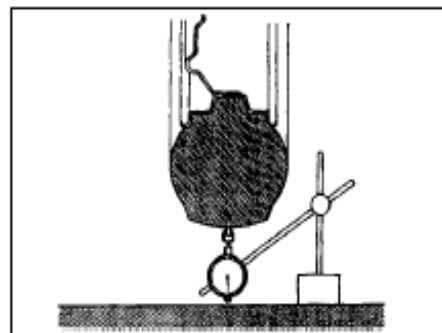

Рис. 227
(2) Проверьте биение шин циферблатным индикатором (рис. 227)